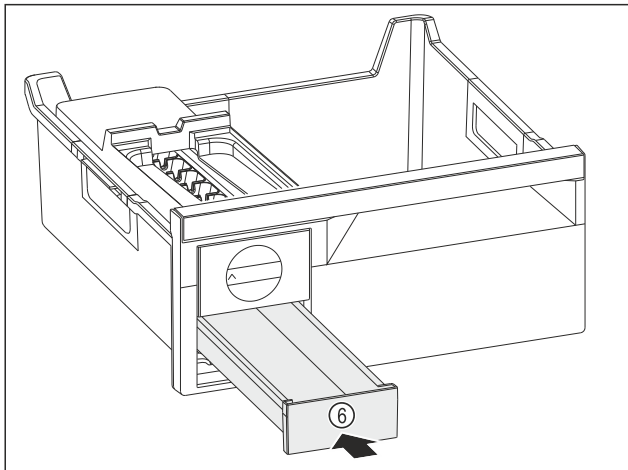

Fig. 96
- ▶ Встановіть форму для льоду Fig. 96 (6).